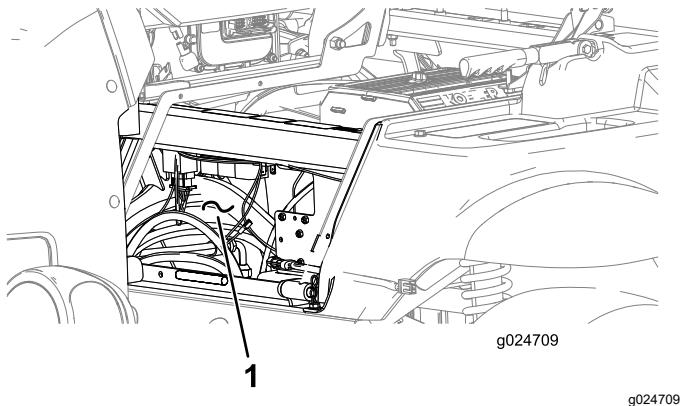

図 5
1. 座席シュラウドの前を通してワイヤハーネスを敷設する図5。